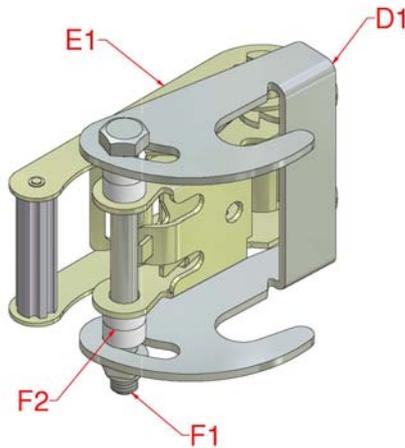

Figure 6a, Montage du cliquet et du crochet de 50 mm
- 6.1 Si  $L > 10$  m, montez les crochets à cliquet (D1) sur les cliquets (E1) à l'aide des boulons et écrous M12x130 (F1) avec deux rondelles d'espacement (F2) de chaque côté du cliquet, Figure 6a.